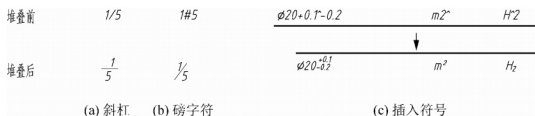

图 5-10 堆叠文字
- (1) 斜杠(/): 以垂直方式堆叠文字, 分子与分母间由水平线分隔, 如图 5-10(a)所示;
- (2) 磅字符(#): 以对角形式堆叠文字, 分子与分母间由对角线分隔, 如图 5-10(b)所示;
- (3) 插入符号(^): 创建公差堆叠(垂直堆叠, 且不用直线分隔)以及上下标, 如图 5-10(c)所示。